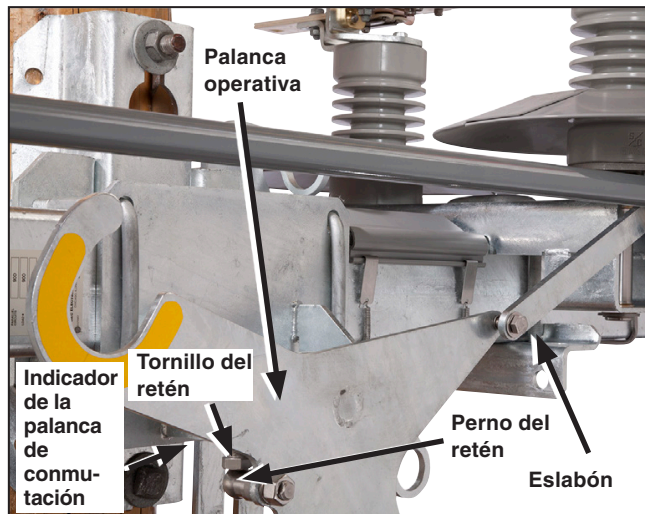

Figura 22. Eslabón en la posición de apalancamiento.
**Cerrado:** En la posición de **Cerrado** palanca operativa y el eslabón deben quedar en posición de apalancamiento como se muestra en la Figura 22. El perno del retén de la palanca debe quedar en contra del tornillo del retén. El indicador de la palanca de conmutación roja *no* debería ser visible por debajo del interruptor. Se deben requerir de 30 a 45 libras de fuerza para sacar la palanca de la posición de apalancamiento.